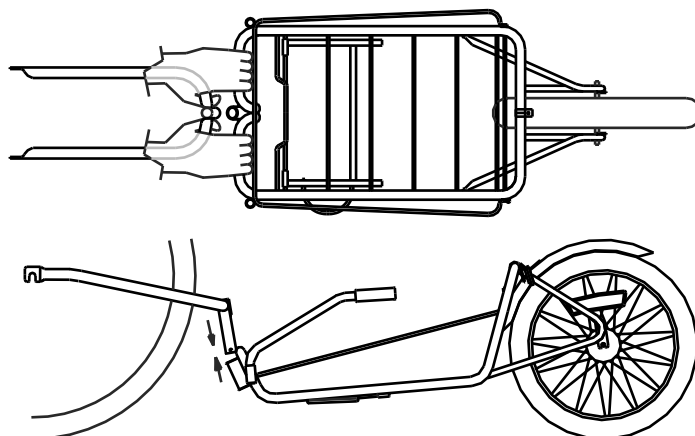

Figure 6 Fixation de la remorque Maya Cycle à la fourche avec la béquille relevée
- B) Avec la béquille relevée et peu de ou sans chargement, penchez-vous sur la roue arrière du vélo, faisant face à la remorque. Fixez la remorque Maya Cycle à la fourche en insérant le tube de pivot de la fourche dans son manchon comme l'indique la Figure 6.